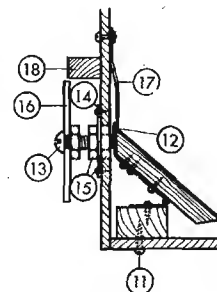

Fig. 246. Montaggio della vite di registrazione.
(40×40 mm) esattamente da una parte o dall'altra su un foro di 12 mm (figura 245). La saldatura avviene con i dadi avvitati sul bullone, per garantire la perfetta corrispondenza dei filetti. Fissiamo ora la lastrina di supporto sulla cassetta, in modo che il dado di fondo si trovi nel foro previsto; il bullone deve toccare esattamente il centro del rinforzo di lamiera (12) (fig. 246).